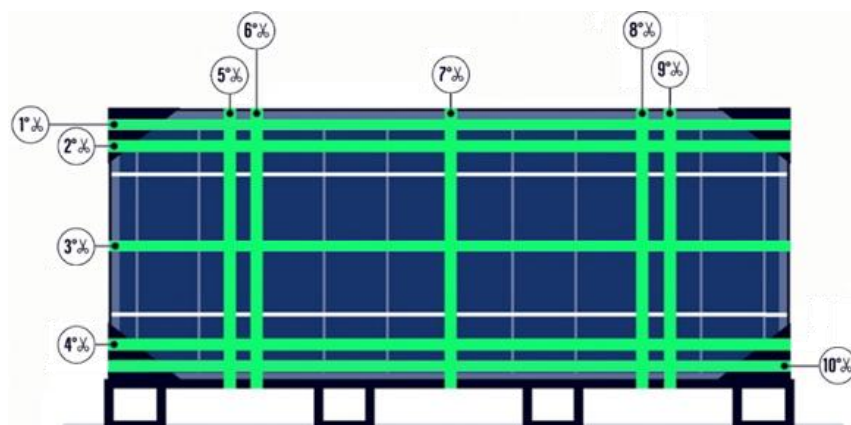

Figura 18: Posizioni delle cinghie interne.
- c) Tagliare le nove delle cinghie interne. Per prima cosa tagliare le cinghie orizzontali #1 #2, #3, #4 (Figura 18), quindi tagliare le cinghie verticali #5, #6, #7, #8, #9, in qualsiasi ordine. Non tagliare la cinghia #10 fino al passaggio "e)".